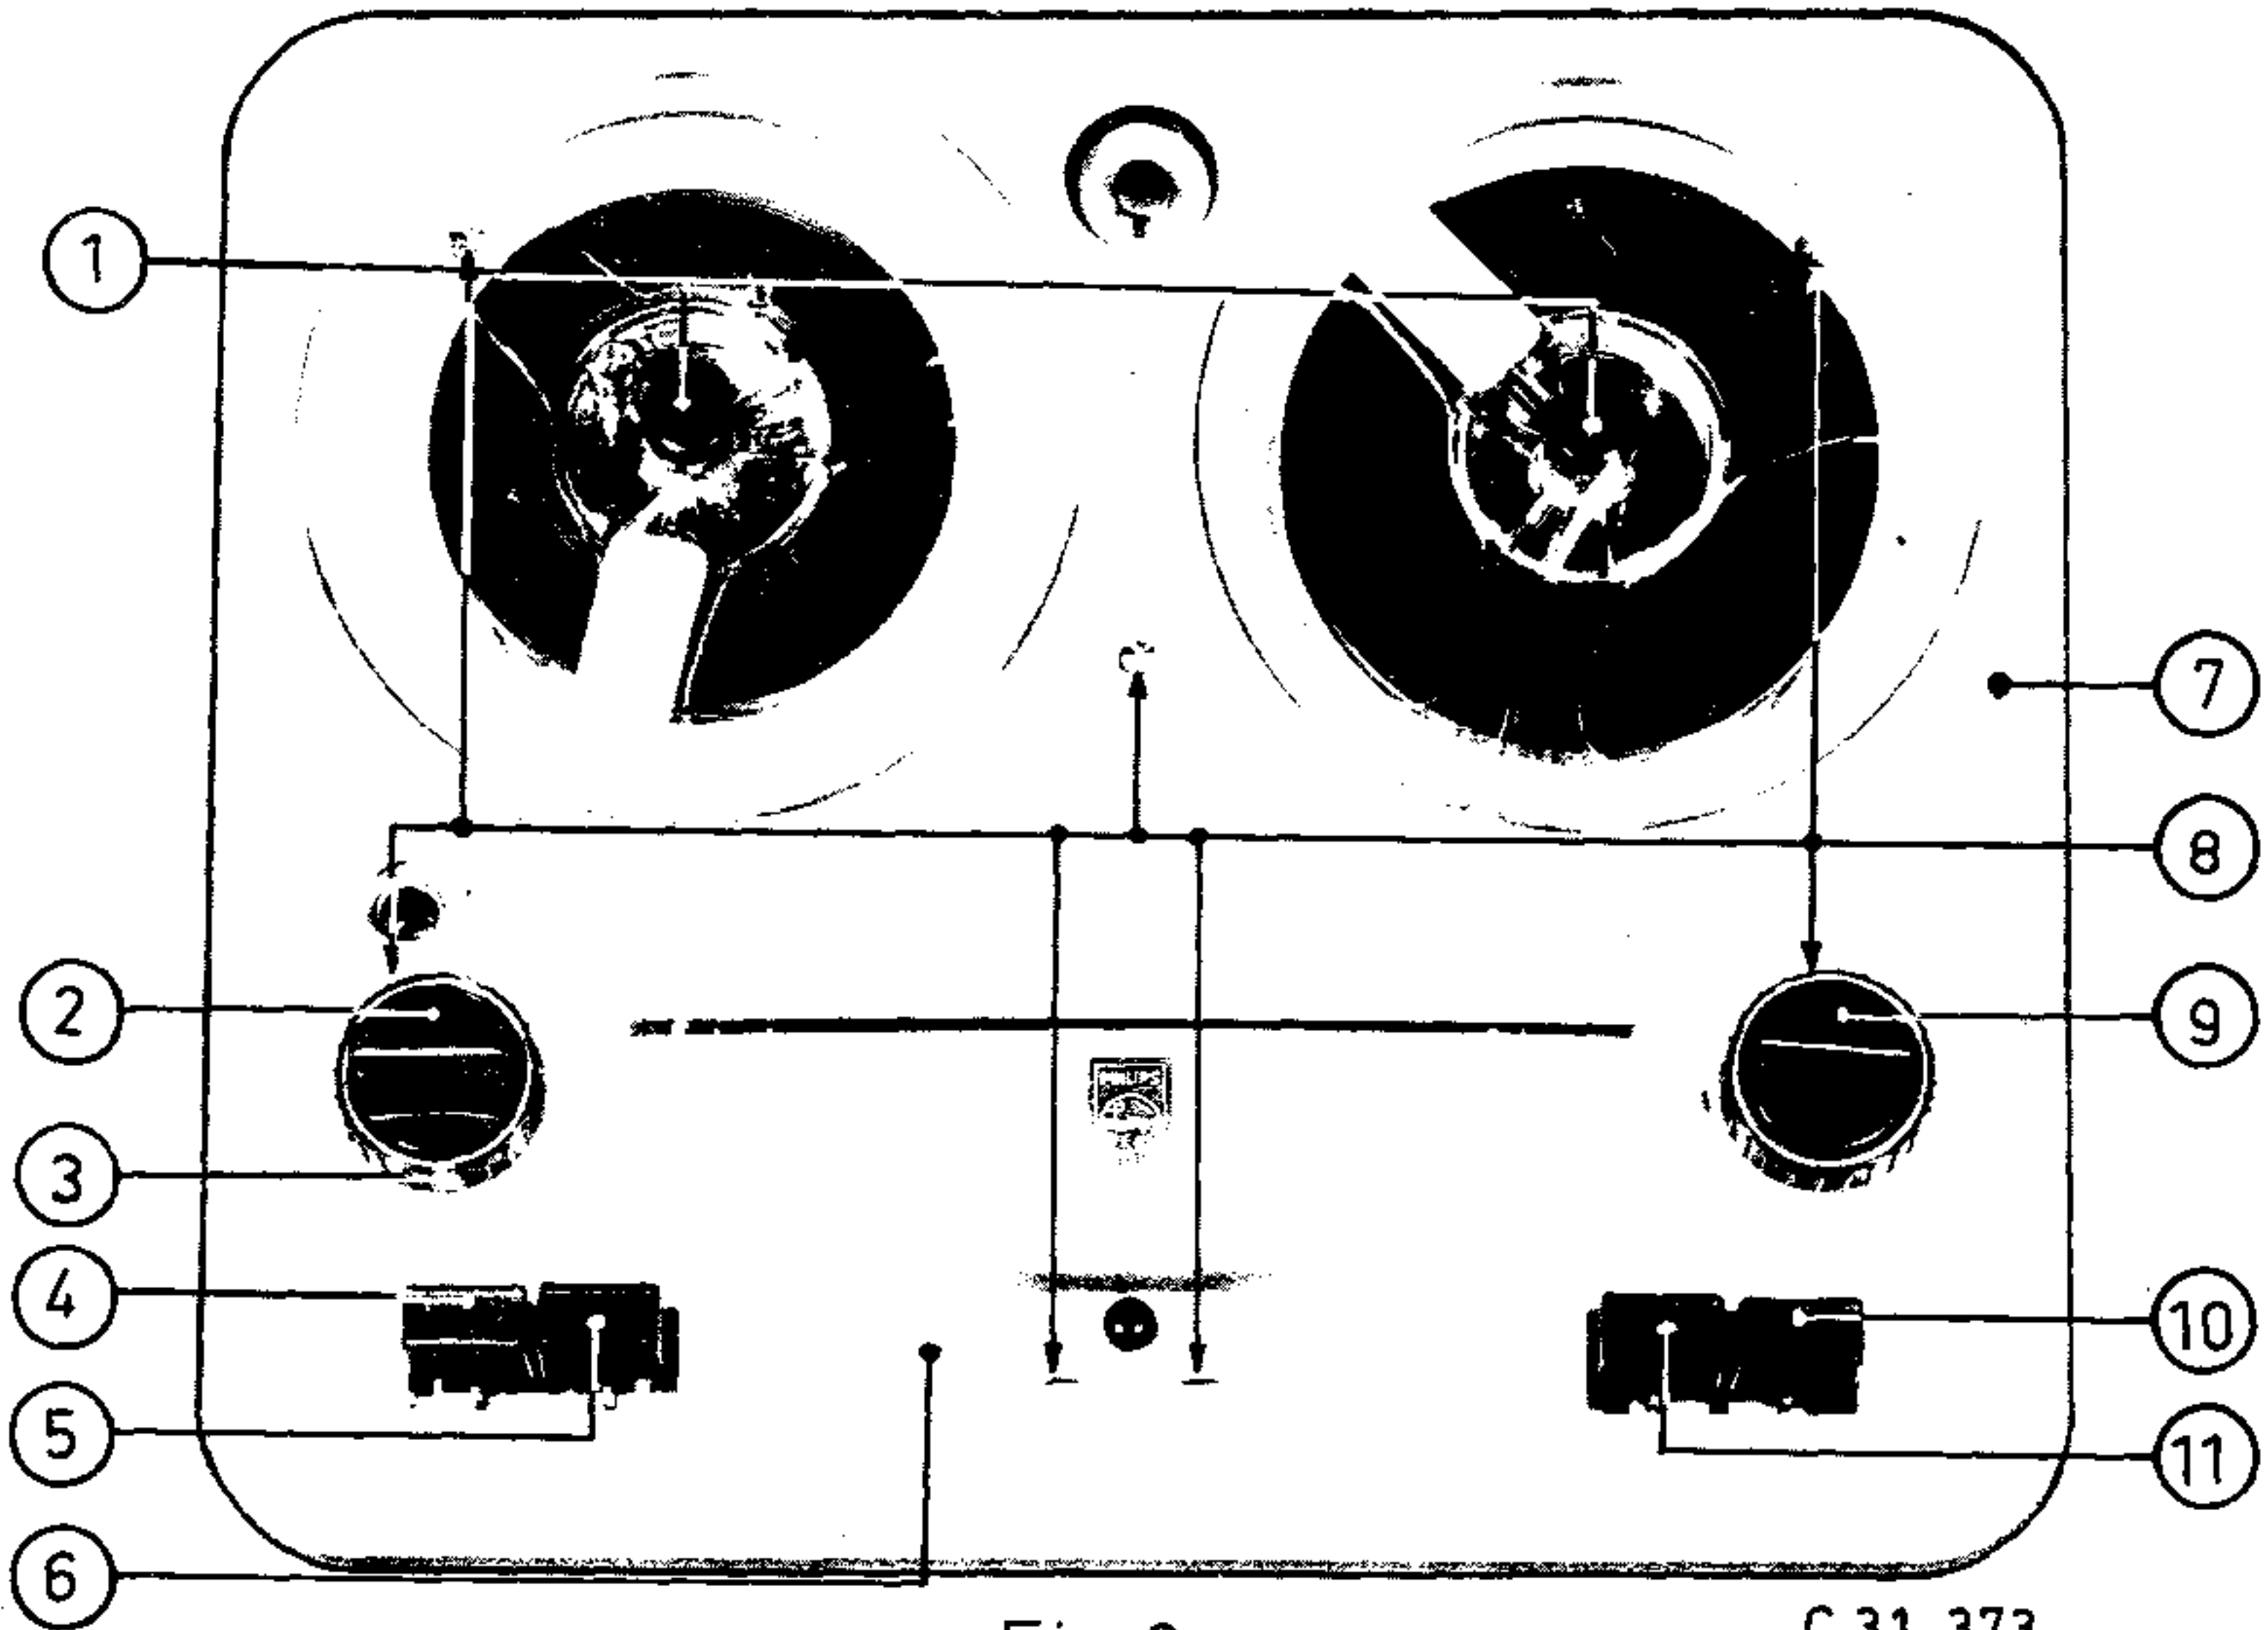

Fig. 3.
1. Verwijder de defecte capsule door het huis open te snijden (beginnen onder rand (A)).
3. Steek de kabel pos.4 door het gat in de achterwand van het nieuwe huis en trek deze kabel een flink eind door.
4. Soldeer de benodigde draden weer vast aan de transformator (zie fig.3).